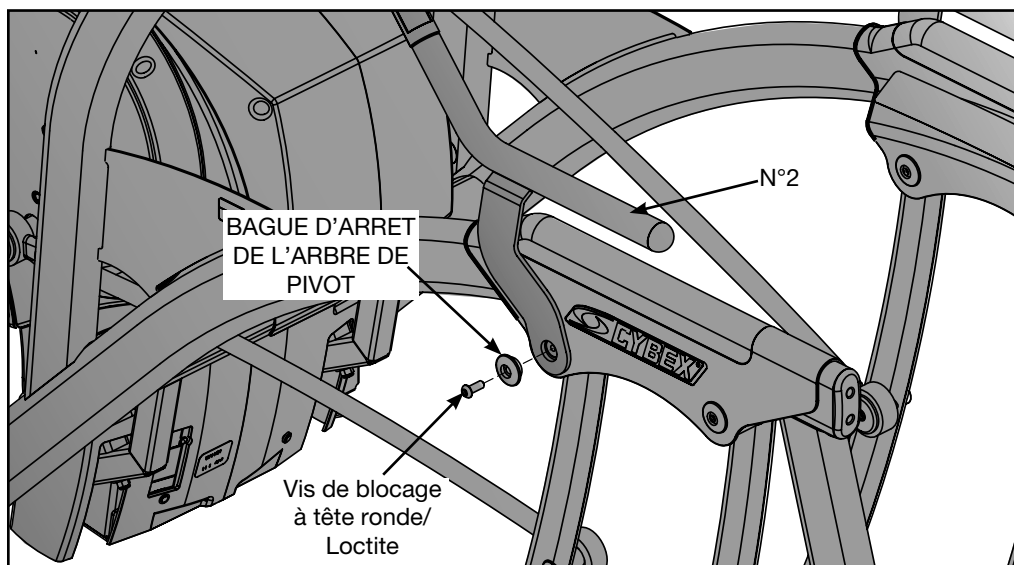

Figure 5
- E. Placez le support gauche de l'ensemble console/poignée (n° 2) dans la position adéquate, sur le châssis principal. Reportez-vous à la figure 5.
- G. Fixez à nouveau la bague d'arrêt gauche de l'arbre de pivot (retirée à l'étape 5B) en utilisant la vis à tête ronde et le Loctite. Reportez-vous à la figure 5.
- I. Serrez solidement les vis de blocage à tête ronde installées aux étapes 6D et 6G à l'aide de la clé Allen de 7/32 po (n°14) fournie. **REMARQUE** : Vissez les vis de blocage à tête ronde illustrées à la figure 5 au couple minimum de 26,94 N-m (150 po/lb). Assurez-vous que la plaque de montage est bien ajustée contre le palier et qu'il n'y a pas de jeu latéral.